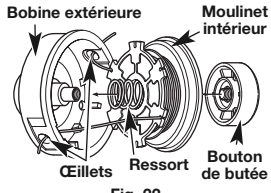

Fig. 22
- Enfilez les deux extrémités de fil de coupe dans les œillets de la bobine extérieure. Installez le ressort dans le moulinet intérieur. Insérez le moulinet intérieur dans la bobine extérieure. Poussez le moulinet intérieur dans la bobine extérieure (Fig. 22).